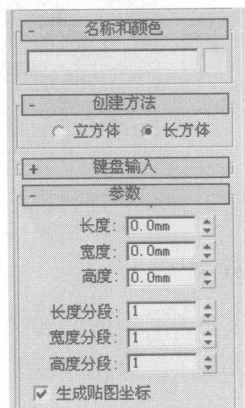

图 1-6 长方体的创建参数
② 在系统默认的状态下，界面有 4 个视图。激活左上角的顶视图，在“对象类型”卷展栏内单击“长方体”按钮，这时会出现长方体的创建参数，如图 1-6 所示。